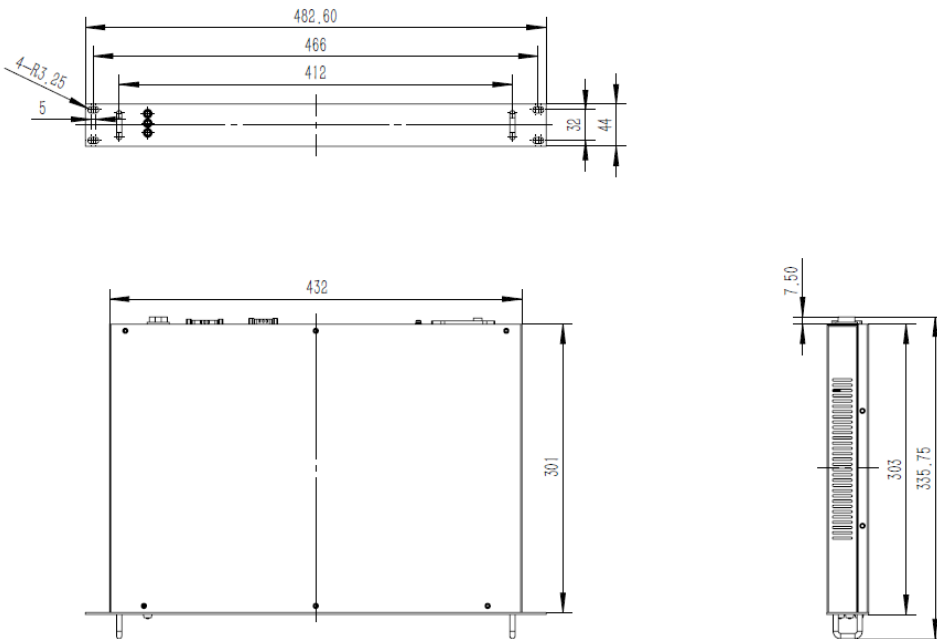
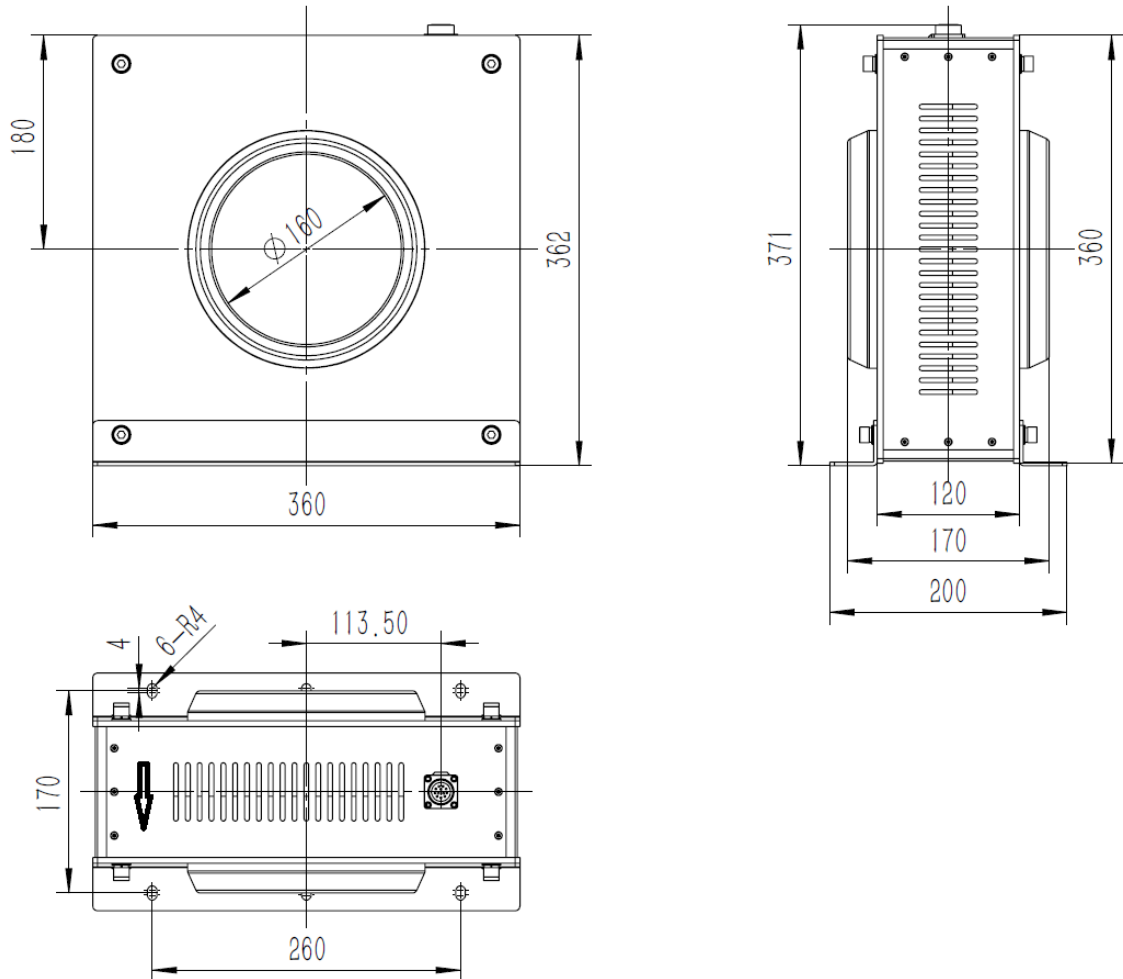

图 1 主机外形尺寸
图2 探头尺寸图
7.1. 主机和探头外形及尺寸图(见图 1 和图 2 单位: mm)